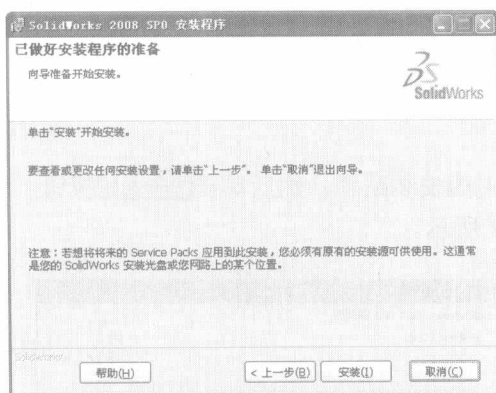

图 1-7 【已做好安装程序的准备】对话框
(7) 选中 **【不, 我不想参与】** 单选按钮, 然后单击 **下一步(N) >** 按钮, 进入 **【已做好安装程序的准备】** 对话框, 如图 1-7 所示。